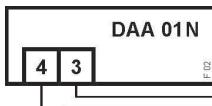

Fig. 2
Fino a 5A l'inserzione è diretta e il carico deve essere collegato come in fig.2. Per valori superiori a 5A impiegare un TA/5 (si veda la TAB.A). Esempio di collegamento:
- per l'inserzione diretta: collegare il carico come in fig.2.
Direct insertion up to 5A; wiring as per fig.2.
- direct insertion: connect the load as per fig.2. Activate the step n°4 and C. located on the back of the instrument.